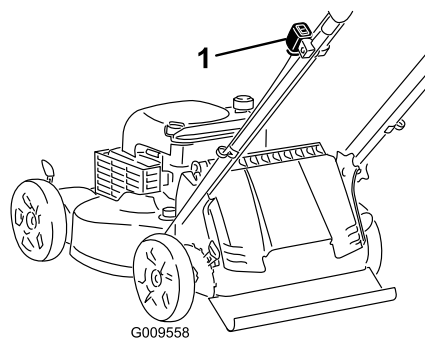

Рисунок 11
1. Если на газонокосилке (Рисунок 11) зажигание включается двухпозиционным переключателем (с положениями «I» и Stop), переведите его в положение («I»). В противном случае переходите к пункту 2.